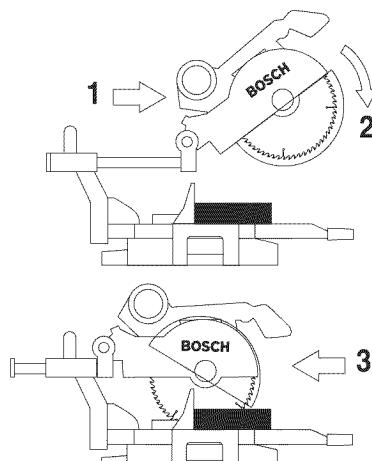

Figure 27. Coupe par glissement
- Saisissez la poignée de l'interrupteur et tirez la tête en sens opposé au guide, jusqu'à ce que la lame dégagé l'ouvrage ou jusqu'à son prolongement maximum si la lame ne peut dégager l'ouvrage (Figure 27).